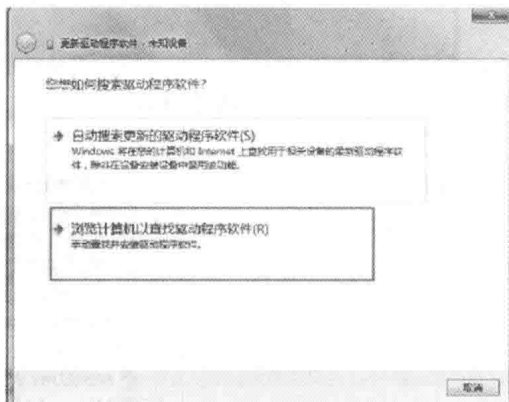

图 2-18 选择浏览计算机以查找驱动程序软件
(4) 搜索驱动程序的方式有两种，一般选择浏览计算机以查找驱动程序软件，如图 2-18 所示。